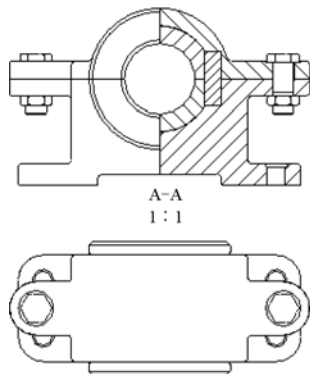

图 3.12.48 创建俯视图
#### Stage5. 创建图 3.12.48 所示的俯视图、轴测图及放大视图
Step3. 双击俯视图，在系统弹出的“绘图视图”对话框中设置视图的显示模式为 **消隐**，切边显示模式为 **无**，设置完成后的俯视图如图 3.12.48 所示。